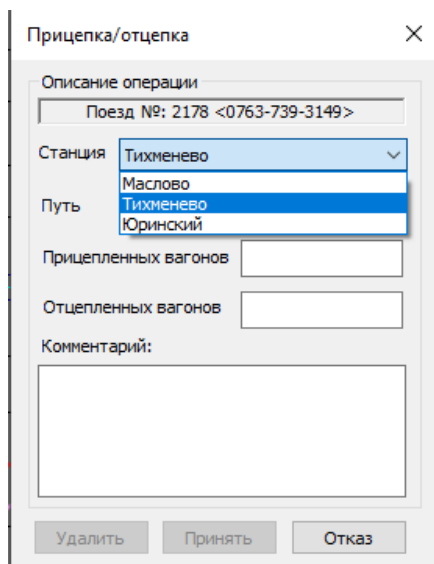

Рис.207. Окно «Прицепка/отцепка»
2. Выбрать пункт меню «Задержка поезда на станции». В появившемся окне «Прицепка/отцепка» выбрать станцию, на которой произошла операция (см. рис. 207).